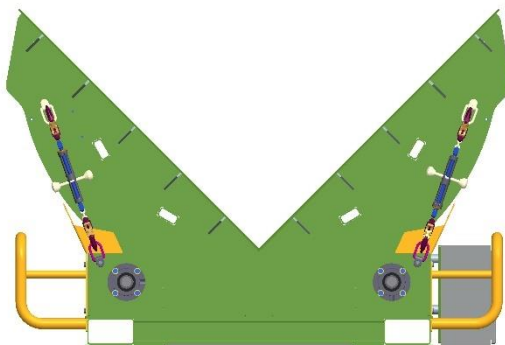

Bild 4
- Der TECDOS TM muss für Wartung und Reinigung in die Mittelposition gefahren werden und gegen Bewegung mit geeigneten Zurrmitteln (z.B.: RUD ICE-VSK mit ICE-Gabelkopfratschenspanner) mechanisch gesichert werden. Dabei sind die Zurrketten so anzubringen, dass der TECDOS TM gespannt ist und in keine Richtung bewegt werden kann (siehe Bild 4).